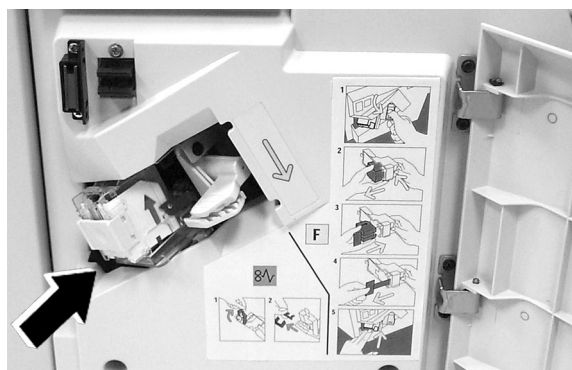

Figura 8: Como inserir o Cartucho de Grampos no suporte de cartuchos
- 8 Segure o Cartucho de Grampos através da barra dourada e insira-o no suporte de cartuchos (Figura 8).